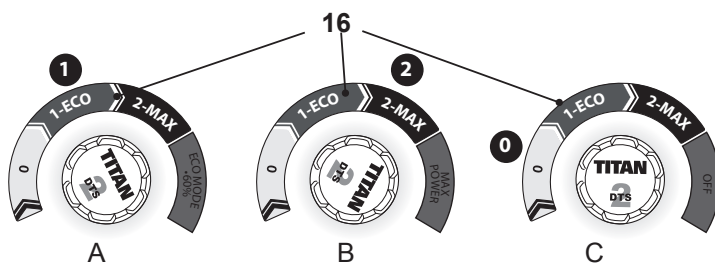

Fig. 20
1. Coloque o botão liga / desliga (16) na posição “1” para ligar o produto e trabalhar no **MODO ECO** (baixa velocidade) (Fig. 20, A). O MODO ECO pode economizar até 60% do consumo de energia.
2. Coloque o botão liga / desliga (16) na posição “2” para ligar o produto e trabalhar em **MAX POWER** (alta velocidade) (Fig. 20, B).
3. Coloque o botão liga / desliga (16) na posição “0” para desligar o produto (Fig. 20, C).